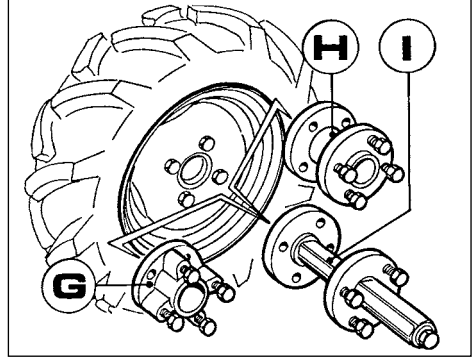

Fig. 19 - Değişik tip iz genişliği artırıcılar
3) İz genişliğini genişletme (Fig.19)